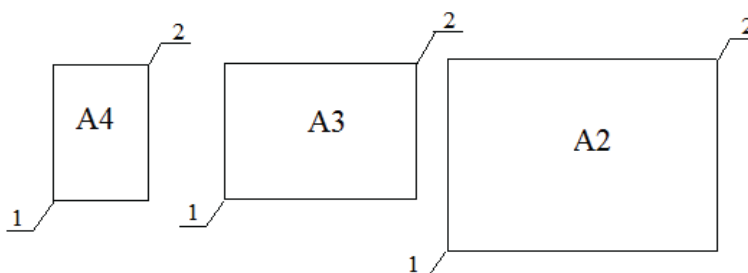

Рис. 3.43. Формування рамок форматів А4, А3, А2
Перший кут (1) прямокутників будемо вказувати курсором в довільній точці креслення, другий кут (2) визначаємо відносними координатами: для формату А4 – @210,297, для формату А3 – @420,297, для формату А2 – @594,420 (рис. 3.43).